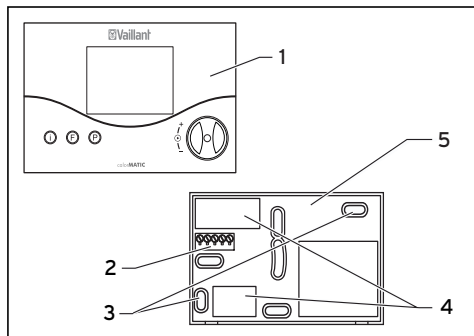

Abb. 9.1 Montage des Raumtemperaturreglers
- Ziehen Sie den Raumtemperaturregler (1) vom Wandsockel (5) ab.
- Bringen Sie zwei Befestigungsbohrungen (3) mit Durchmesser 6 mm (entsprechend Abb. 9.1) an und setzen Sie die mitgelieferten Dübel ein.